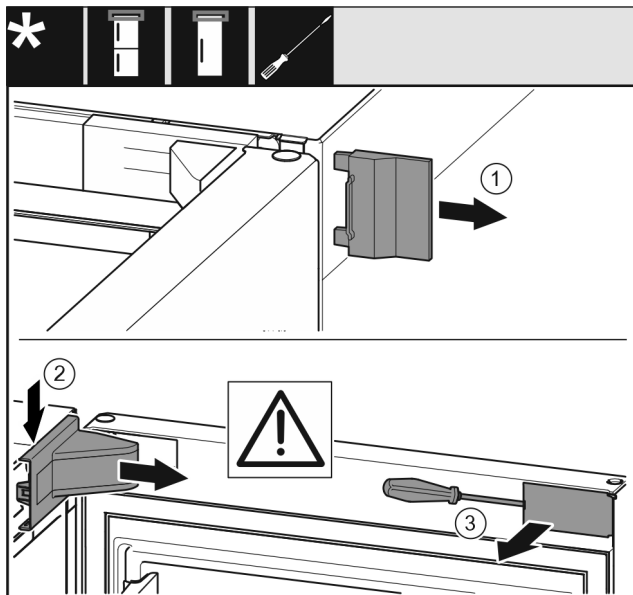

Fig. 9
- ▶ Fjern det ytre dekselet. Fig. 9 (1)
- ▶ Frigjør og løsne lagerbukkdekselet. Ta av lagerbukkdekselet. Fig. 9 (2)
- ▶ Klikk ut panelet og sving det til side med en skrutrekker. Fig. 9 (3)